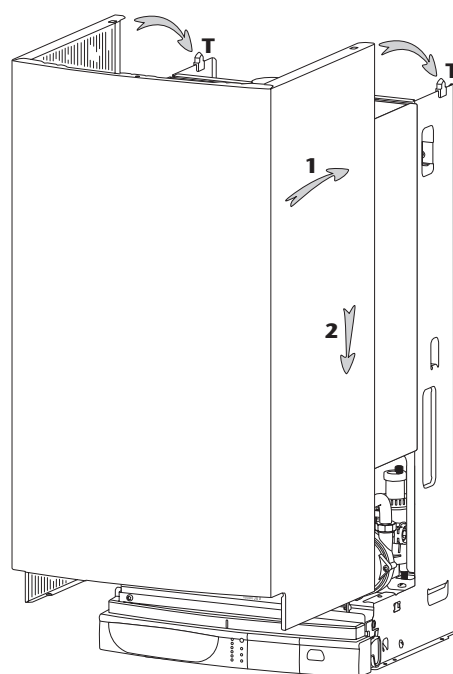

Fig. 21
- présenter l'habillage (fig. 21)
- Placez le commutateur **23** en position «O » le voyant vert **27** (fig. 21) reste allumé. La fonction hors gel de la chaudière reste active.